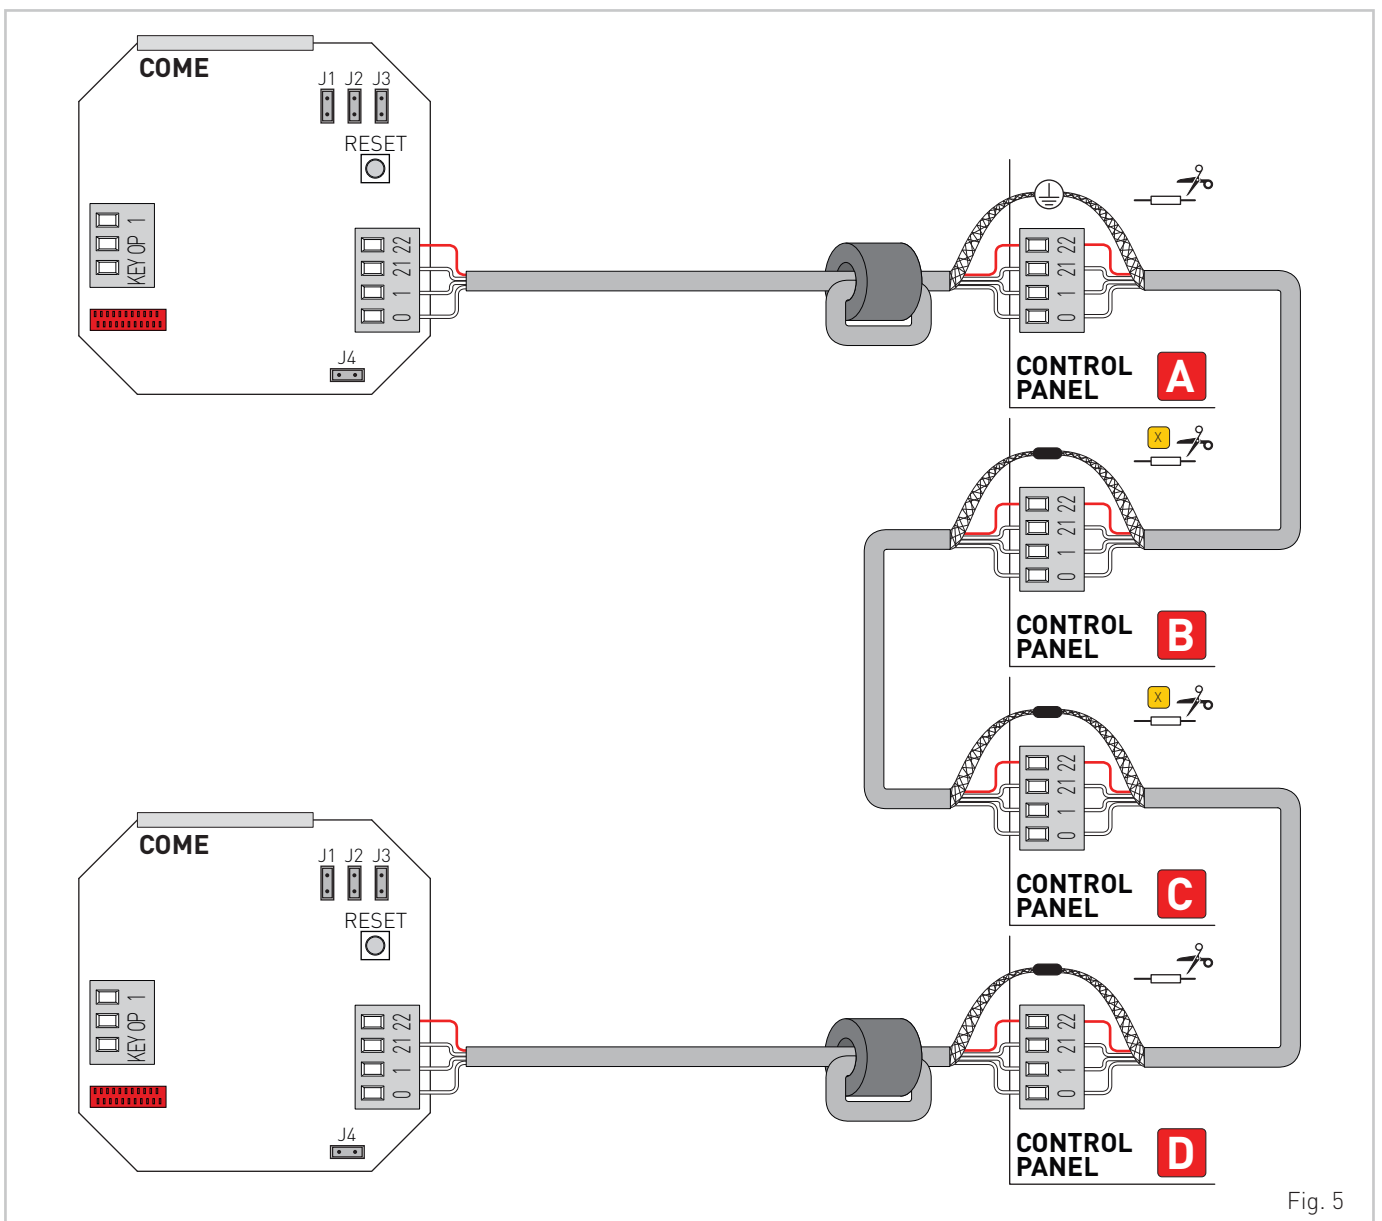

Fig. 5
- E' possibile collegare uno o due selettori di funzioni COME per impostare le medesime modalità di funzionamento fino a quattro automazioni (non ridondanti), come indicato in fig. 5.
Quando il selettore di funzioni COME gestisce più di due automazioni, tagliare la resistenza  presente nei quadri elettronici intermedi (fig. 5).
- One or two COME function selectors can be connected in order to set the same function modes up to a maximum of four different automations (not redundant type), as shown in fig. 5.
When COME function selector manages more than two automations, cut the resistor  in the intermediate control panels (fig. 5).